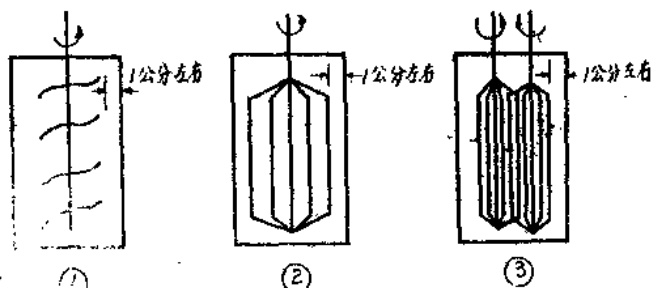

图 8
(2) 构造: 如图 8 所示, 由圆筒、叶片、电动机、调速装置、传动装置、固紧装置等组成。各部份分别说明如下:
圆筒的大小及马达的功率可根据产量而定。如： $\frac{1}{4}$ 马力的转子（如图8₂），旋转半径10公分，长20公分的圆筒每次可制取乳化瀝青2公斤。每小时可打二——三次。